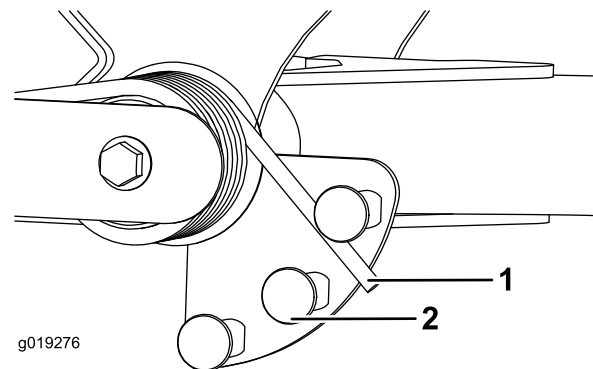

Рисунок 34
- Вставьте трубу или аналогичный предмет в длинный конец пружины и поверните его вокруг пружинного привода в нужное положение (Рисунок 34).